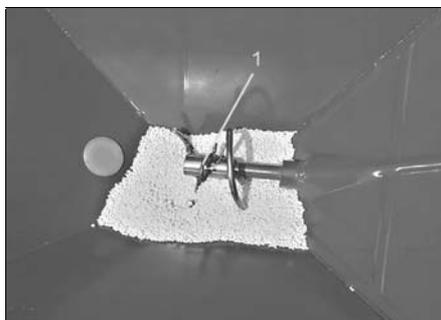

Fig. 38
- La sécurité à cisaillement protégeant l'agitateur est assurée par la goupille Beta de l'agitateur spirale (Fig. 38/1).